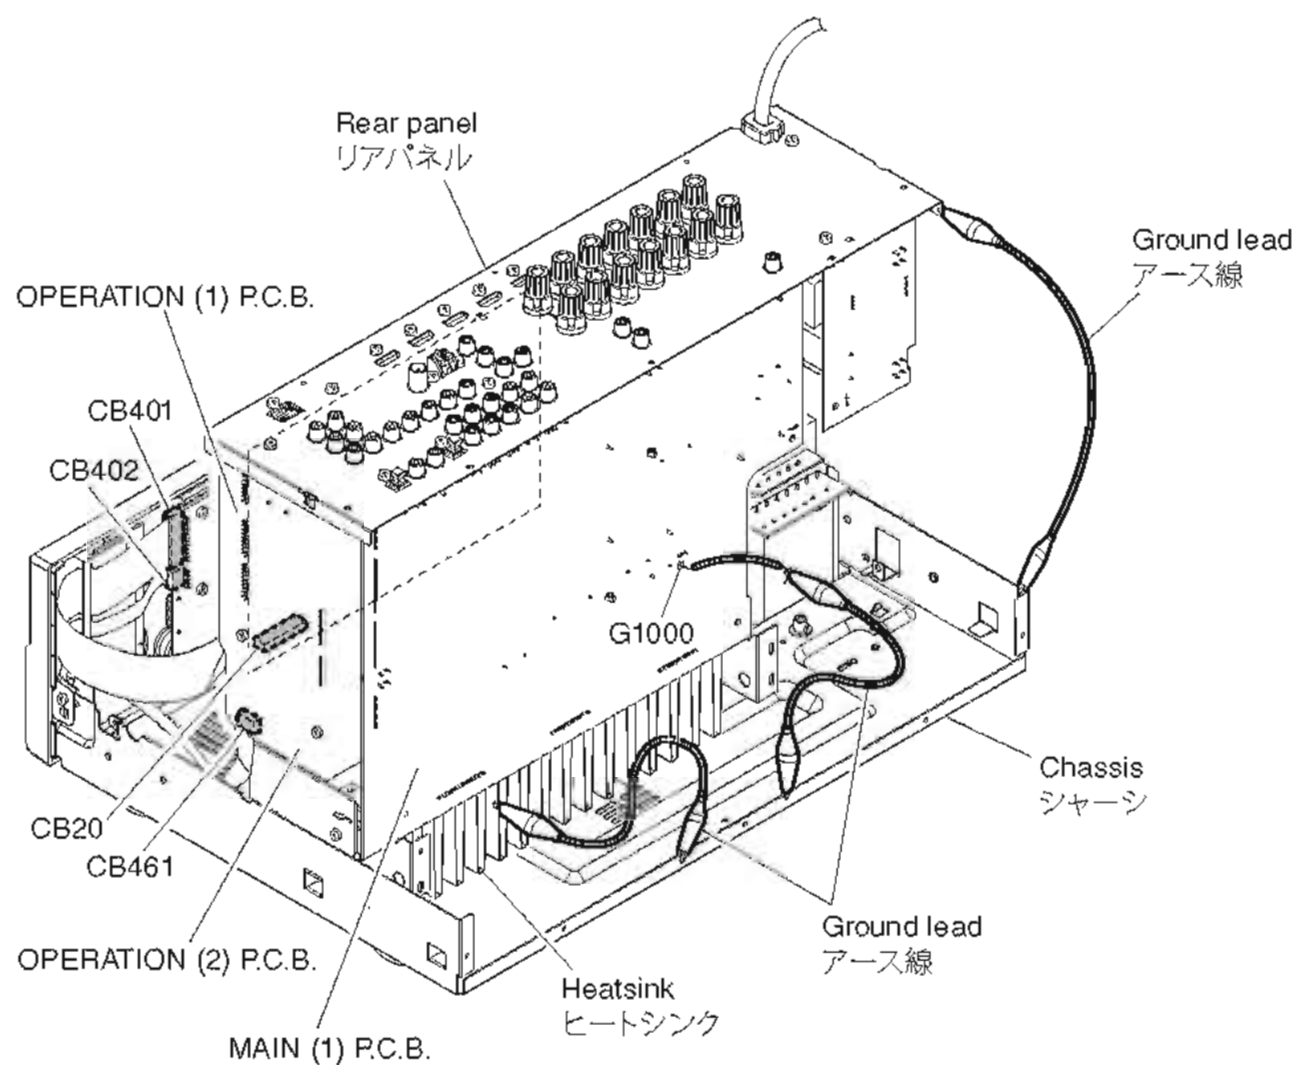

Fig. 4
- Place the P.C.B.s (with rear panel) upright. (Fig. 4)
- Connect the ground points of the heatsink, rear panel and MAIN (1) P.C.B. (G1000) to the chassis with a ground lead or the like. (Fig. 4)
- リアパネルと一緒に P.C.B. を立ち上げて置きます。(Fig. 4)
- ヒートシンク、リアパネル、MAIN (1) P.C.B. の G1000 のアースをリード線等でシャーシに接続してください。(Fig. 4)